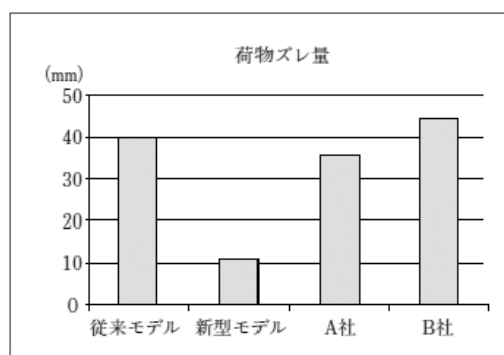

図5 荷物ズレ量の測定結果
(4) これを従来モデルおよび他社の同格の車両でも実施し、荷物ズレ量を比較する。（図5）